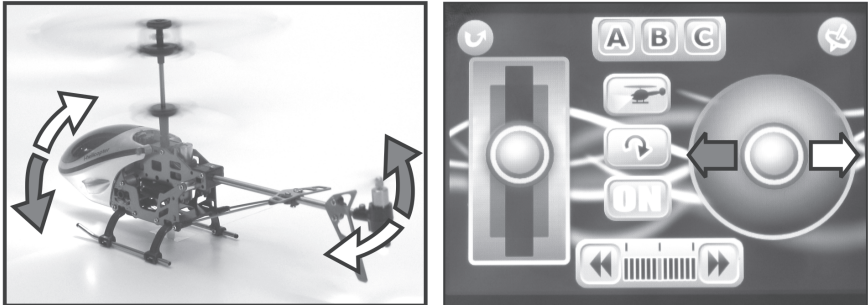

Afb. 9
Met behulp van de pitch functie wordt de vlieghoogte van de helikopter beïnvloed (zie afb. 9). De bediening gebeurt met het stuurvlak voor het rotor-toerental (zie ook afbeelding 5, pos. 9). Daartoe kan deze met de linkerduim van de onderste positie naar boven en terug worden bewogen. Aangezien de invalshoek van de rotorbladen niet gewijzigd kan worden, gebeurt de regeling van de vlieghoogte via een gezamenlijke toerentalwijziging van beide rotoren.